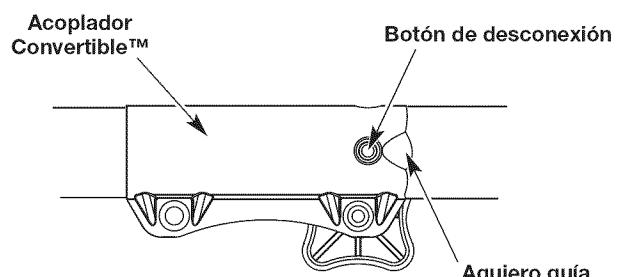

Fig. 4
- NOTA:** Alinear el botón de desconexión con el agujero guía facilitará la instalación (Fig. 4).
2. Oprima y sostenga el botón de desconexión (Fig. 4).